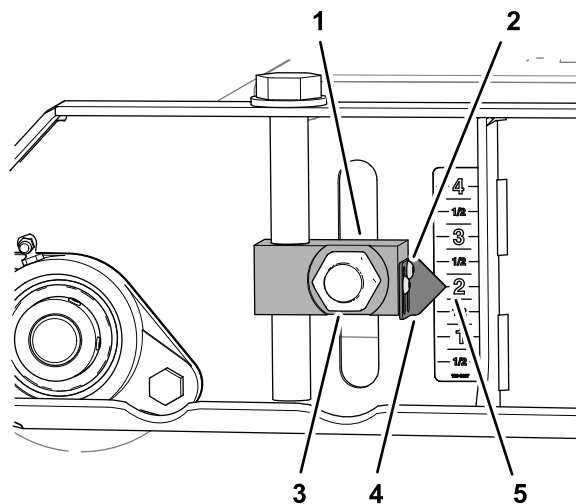
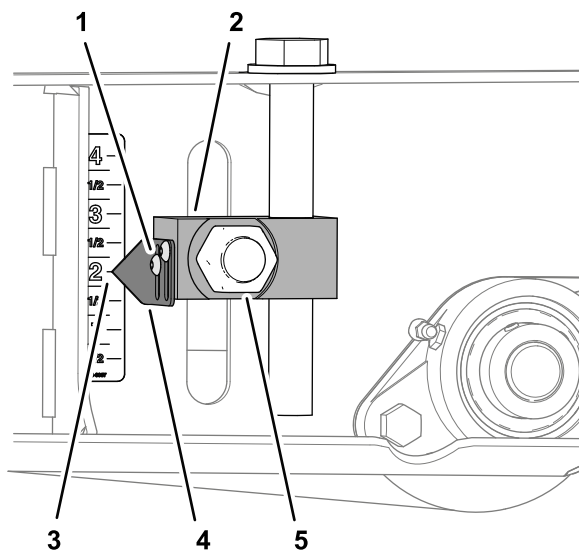

Figura 76
Figura 78
3. Allentate le 2 viti a brugola che fissano il puntatore al blocco regolatore dell'altezza di taglio, allineate il puntatore alla tacca di 5 cm sull'adesivo e serrate le viti (Figura 76).
6. Allentate le viti a brugola che fissano i 2 puntatori al blocco regolatore dell'altezza di taglio, allineate i puntatori alla tacca di 5,7 cm sull'adesivo e serrate le viti (**Figura 78**).
7. Serrate i 4 dadi che fissano i 4 blocchi regolatori dell'altezza di taglio (**Figura 76** e **Figura 78**) per i rulli anteriori e posteriori a 322 - 396 N·m.